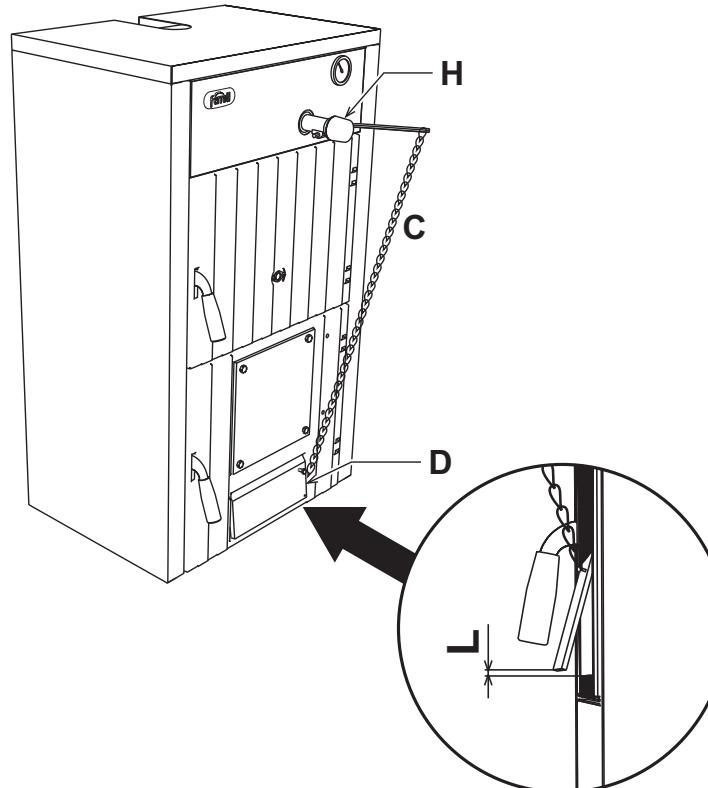

рис. 2 - Установка
2. Установите терmostатический регулятор "H" рис. 2.
4. С помощью предусмотренного для этой цели винта регулируйте дверцу воздухозаборника так, чтобы при опущенной дверце величина зазора для прохода воздуха составляла 1 - 2 мм, но не более. При холодном кotle поставьте термостат на 60°. Прикрепите цепочку "C" к проушине "D" дверцы воздухозаборника и регулируйте ее длину так, чтобы зазор для прохода воздуха "L" (рис. 2) составлял около 15 мм при использовании каменного угля "coke III" и 2 мм при использовании древесного топлива.
С помощью предусмотренного для этой цели винта регулируйте дверцу воздухозаборника так, чтобы при опущенной дверце величина зазора для прохода воздуха составляла 1 - 2 мм, но не более. При холодном котле поставьте термостат на 60°. Прикрепите цепочку к проушине дверцы воздухозаборника и регулируйте ее длину так, чтобы зазор для прохода воздуха "L" (рис. 2) составлял около 15 мм при использовании каменного угля "coke III" и 2 мм при использовании древесного топлива.